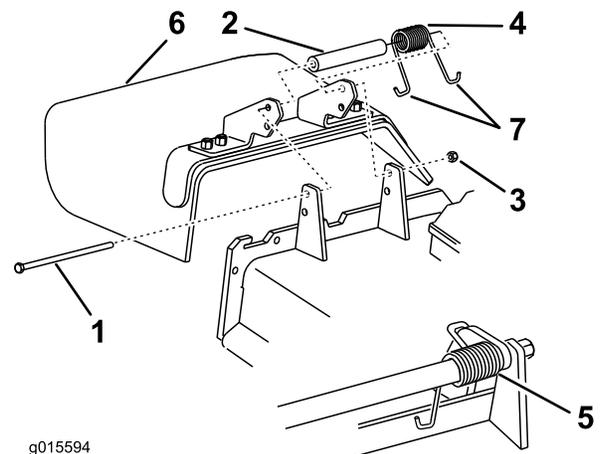

Bild 88
- Entfernen Sie die Sicherungsmutter, Schraube, Feder und das Distanzstück, mit denen das Ablenkblech an den Schwenkhalterungen befestigt ist (Bild 88).
- Entfernen Sie defekte oder abgenutzte Ablenkbleche (Bild 88).
Hinweis: Achten Sie darauf, dass ein J-Hakenende der Feder hinter der Mähwerkkannte befestigt ist, bevor Sie die Schraube einsetzen, wie in Bild 88 abgebildet.
6. Führen Sie ein J-Hakenende der Feder um das Ablenkblech (Bild 88).